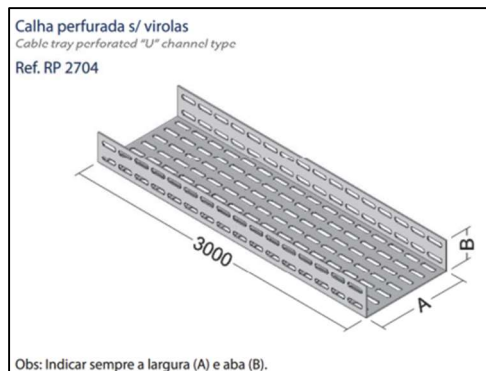

Figura 18: Eletrocalha perfurada para instalação suspensa na laje
- iii. Eletrocalha perfurada (Figura 18);